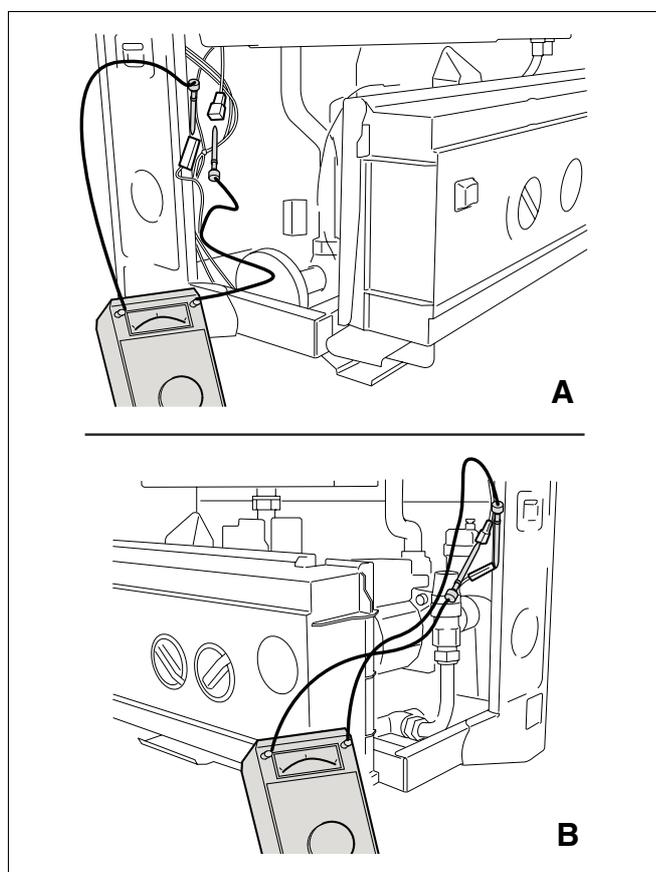

Fig. 20 Misurare la corrente di ionizzazione
- Allentare il collegamento ad innesto del cavo verso l'elettrodo di ionizzazione ed inserirvi l'amperometro. Selezionare sull'apparecchio di misura la gamma  $\mu\text{A}$  (DC) (fig. 20).